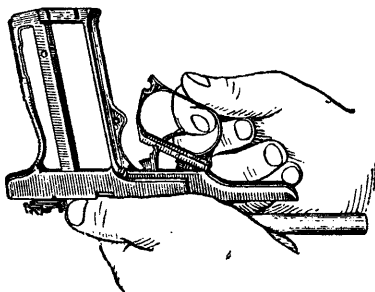

Рис. 14. Отделение (присоединение) спусковой скобы
10. Отделить спусковую скобу от рамки. Удерживая пистолет левой рукой, правой рукой оттянуть спусковую скобу вперед и, поворачивая ее вниз, отделить спусковую скобу от рамки (рис. 14).
выем, расположенный внутри рамки (см. рис. 14). Затем спусковую скобу слегка подать на себя и большим пальцем правой руки нажимать вниз на спусковую скобу до получения щелчка.